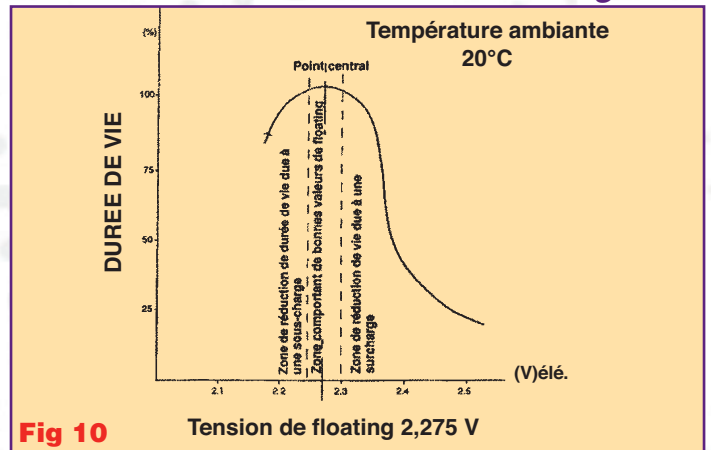

Fig 10
- La tension de floating (voir fig 10).